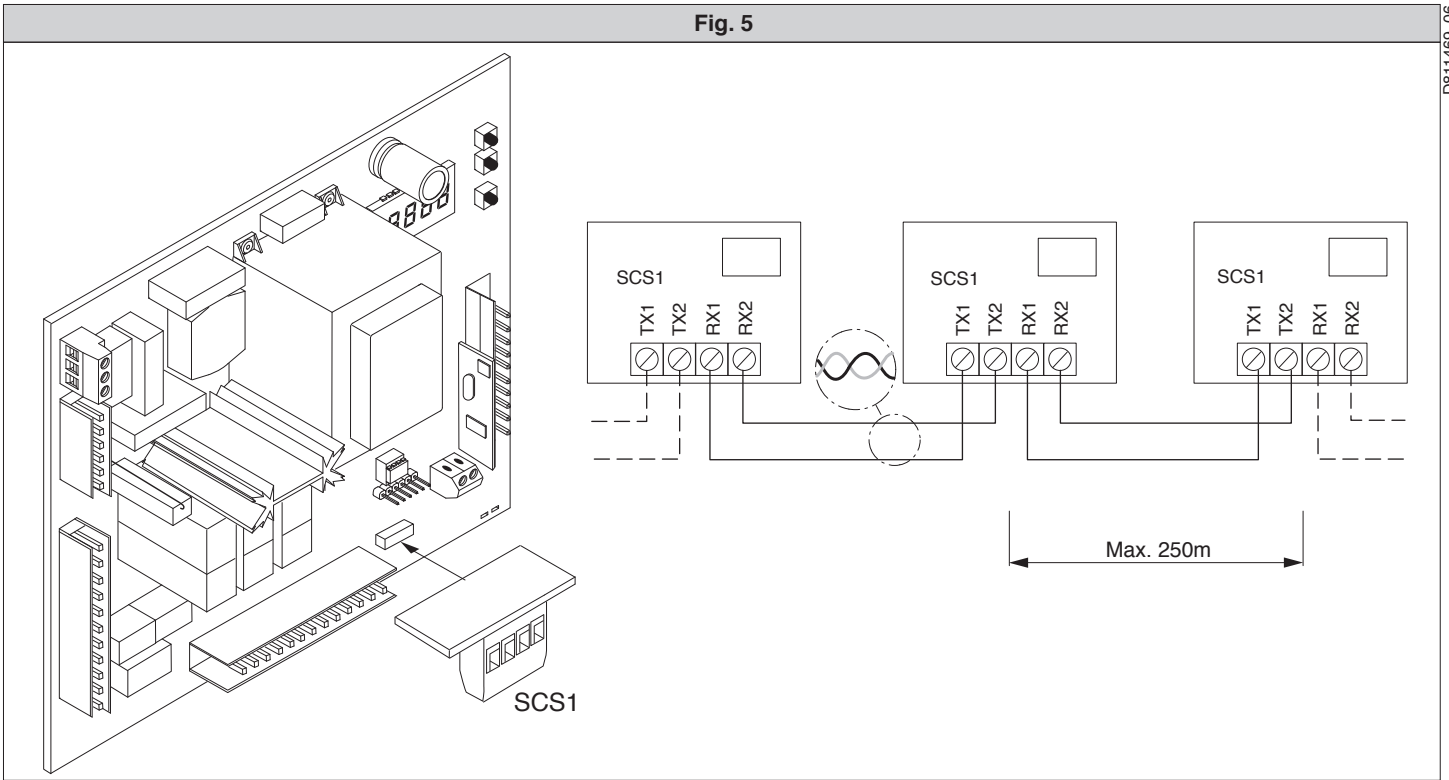

Fig. 6
11.1) Cancelas correderas contrapuestas (Fig.6)